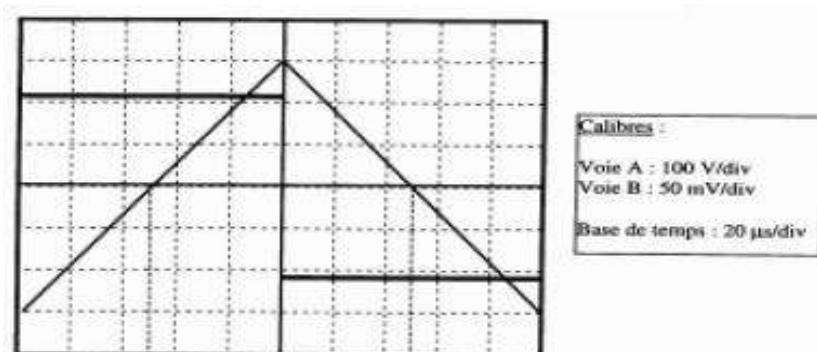

Figure 8.3.E
- On a relevé la tension $V_{Ch}(t)$ aux bornes de la charge et l'intensité $I_{Ch}(t)$ du courant qui la traverse (figure 8.3). Déterminer la période puis la fréquence de la tension délivrée par l'onduleur.